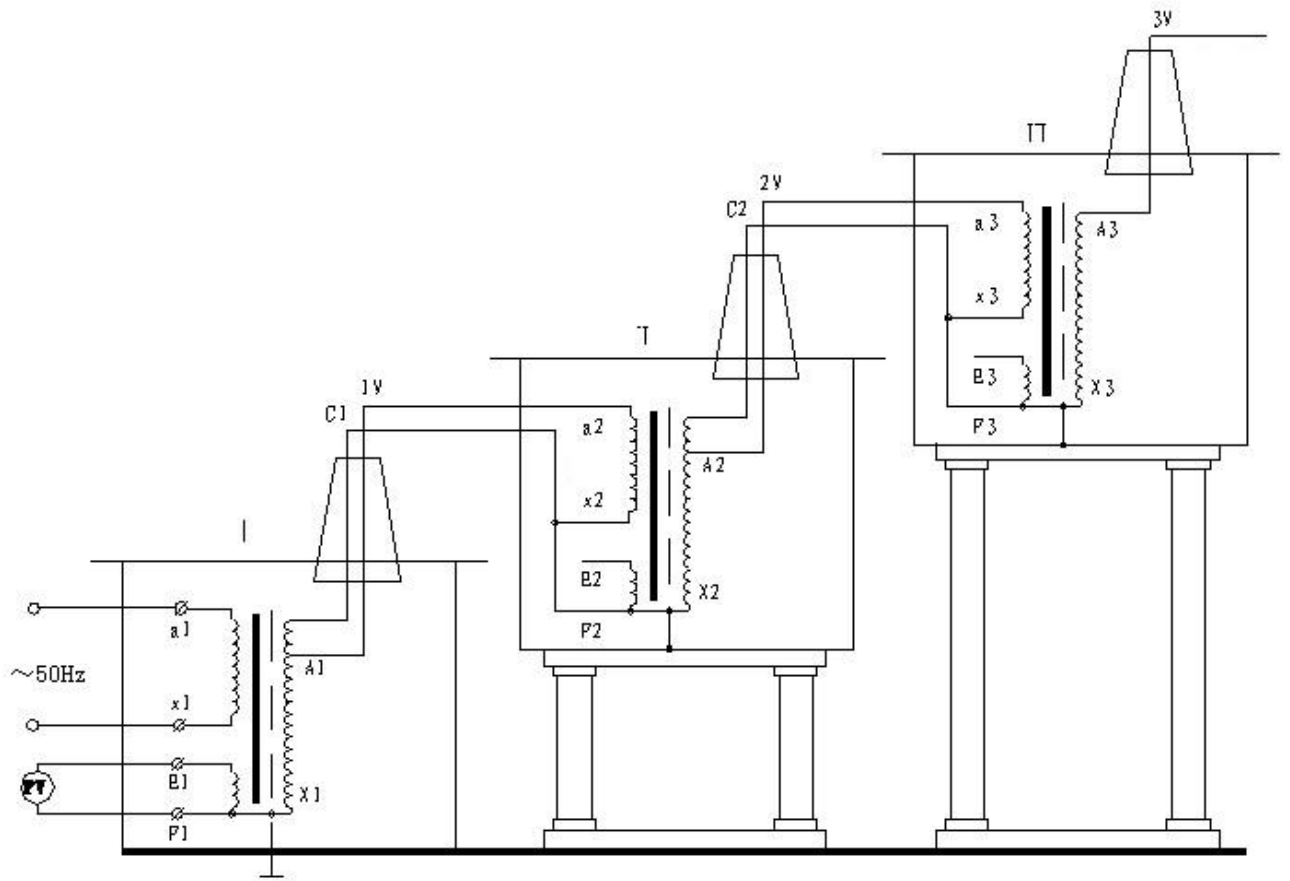

图 5：三台熔喷布静电驻极发生器串级接线原理图
2. 三台熔喷布静电驻极发生器串级获得更高电压的接线原理见图 5。串级高压熔喷布静电驻极发生器有很大的优越性，因为整个试验装置由几台单台熔喷布静电驻极发生器组成，单台熔喷布静电驻极发生器容量小、电压低、重量轻，便于运输和安装。它既然可串接成高出几倍的单台熔喷布静电驻极发生器输出电压组合使用，又可分开成几套单台熔喷布静电驻极发生器单独使用。整套装置投资小，经济实惠。图 5 中，在第一级和第二级的每个单元熔喷布静电驻极发生器中都有一个励磁绕组 A1、C1 和 A2、C2。在串级试验变压器基本原理图中，低压电源加在熔喷布静电驻极发生器 I 的初级绕组 a1x1 上，单台试验变压 I、II、III 的输出电压都是 V。励磁绕组 A1、C1 给第二级熔喷布静电驻极发生器 II 的初级绕组供电；第二级熔喷布静电驻极发生器 II 的励磁绕组 A2、C2 给第三级熔喷布静电驻极发生器 III 的初级绕组供电。第二级熔喷布静电驻极发生器 II 和第三级熔喷布静电驻极发生器 III 的箱体分别处在对地为 1V 和 2V 的高电位上，所以箱体对地是绝缘的，熔喷布静电驻极发生器 I 的箱体是接地的。这样第一级、第二级、第三熔喷布静电驻极发生器对地的额定输出电压分别为 1V、2V、3V；其额定容量分别为 3P、2P、1P。